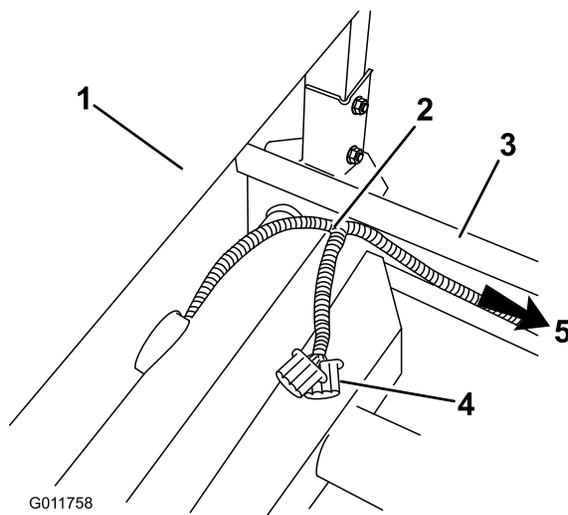

Figura 13
14. Na cobertura do sistema de protecção contra capotamento, na parte de trás do banco, oriente a cablagem para cima a partir da parte de baixo do banco e por cima da estrutura. Certifique-se de que o conector de alimentação do sistema de pulverização está retirado da parte de baixo do veículo (Figura 13).